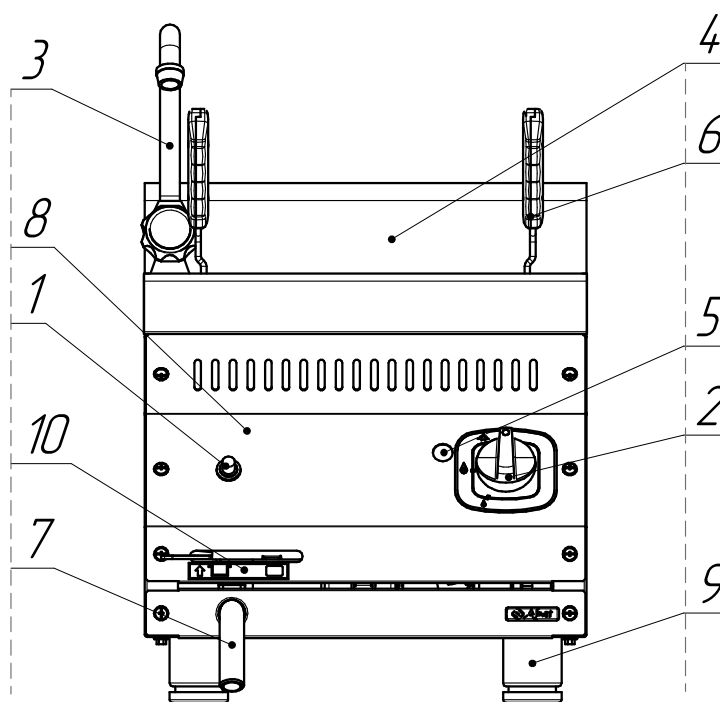
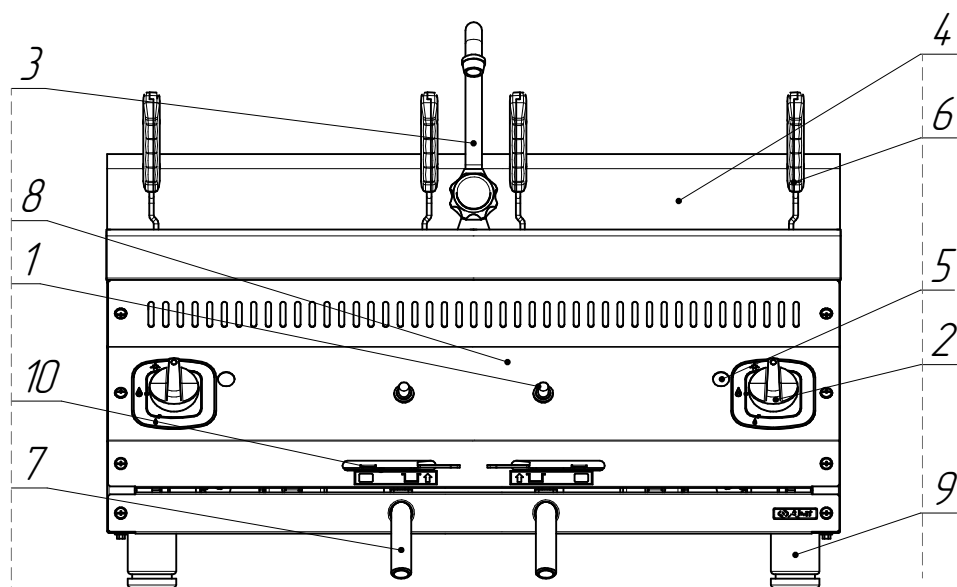
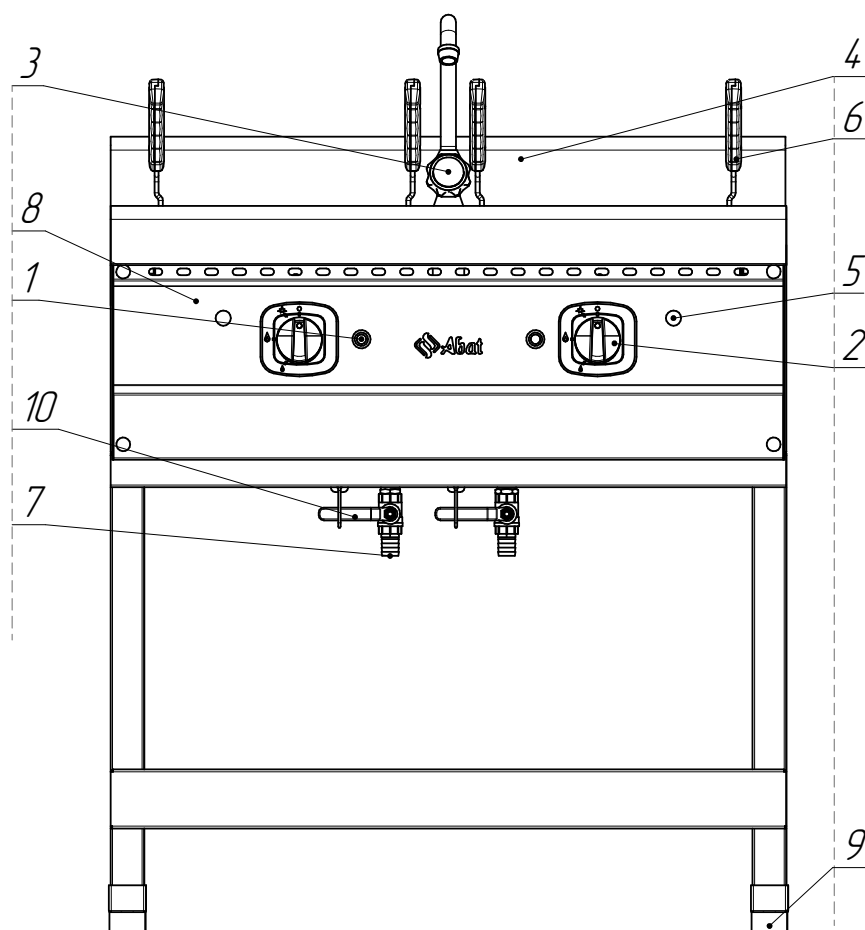

Рис. 1. Газовая варка ГВК-40Н
Рис. 2. Газовая варка ГVK-80/2Н
Рис. 3. Газовая варка ГVK-90/2П
4.1 Устройство газовой варки показано на рис.1, рис.2 и рис.3.
Для доступа к муфте необходимо снять лицевую панель 8 для ГВК-40Н и ГВК-80/2Н (см. рис. 1 и рис.2), предварительно отвернув крепежные винты и сняв ручку крана 2. На ГВК-90/2П муфта находится в задней части изделия рядом с точкой подключения газа. Вывинтить затяжной винт и подключить к ней гибкий шланг “U”-образного манометра;